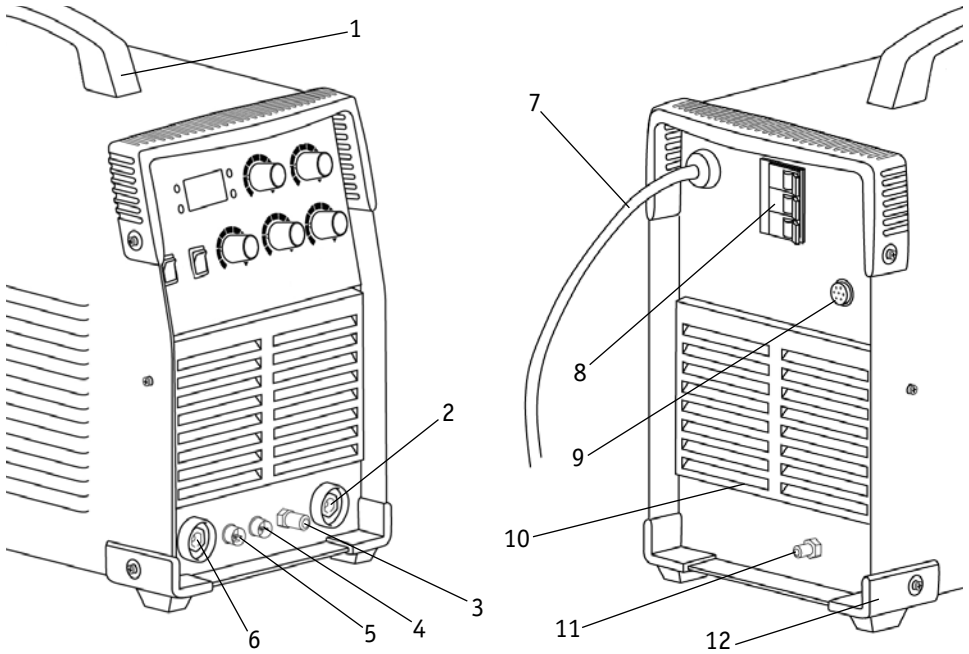

Рис. 6.1. Вид источника питания спереди и сзади.
**3.** Подключайте сварочные принадлежности для TIG сварки в следующем порядке. Подключите силовой разъём с подводом газа горелки в панельный разъём (См. рис. 6.1, п. 3) на передней панели аппарата. Закрутите его до упора по часовой стрелке. Убедитесь в плотной фиксации соединения.
4. Подключите 2-pin разъём горелки к соответствующему разъёму на передней панели аппарата (См. рис. 6.1, п. 4).
6. Вставьте силовой наконечник кабеля клеммы заземления в панельную розетку со знаком «+» (См. рис. 6.1, п. 6) на передней панели аппарата. Поверните его до упора по часовой стрелке. Убедитесь в плотной фиксации соединения. Закрепите клемму заземления на заготовке.